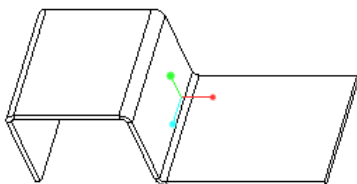
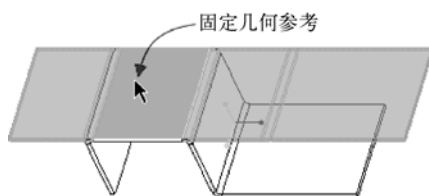

图 1-227 原始钣金件
图 1-228 重新选择固定几何参考
(1) 在 Creo Parametric 4.0 界面的“快速访问”工具栏中单击  (打开) 按钮, 系统弹出“文件打开”对话框, 浏览并选择 bj_1_6_1a.prt 文件, 单击“打开”按钮。该文件中已有的钣金件模型如图 1-227 所示。
(2) 在功能区“模型”选项卡的“折弯”组中单击  (展平) 按钮。
(3) “展平”选项卡中的  (自动选择) 按钮默认处于被选中的状态, 此时系统自动选择所有折弯几何对象。在  (固定几何) 收集器的框中单击将其激活, 在图形窗口中重新指定固定几何参考, 如图 1-228 所示。